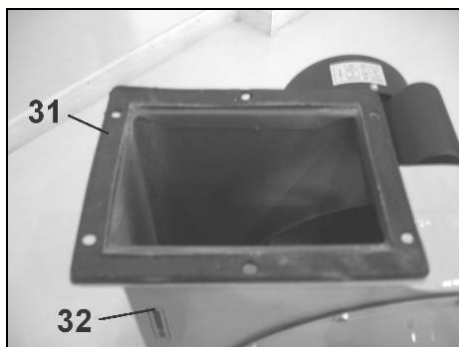

Fig 14
- Placez le joint (31) sur la sortie du ventilateur (32) (Fig 14).